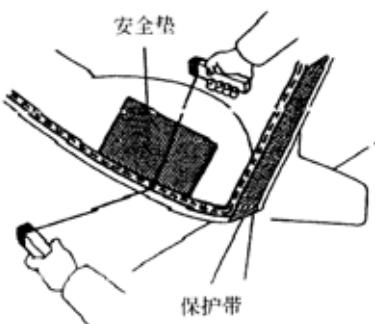

图 9-228
- (1) 从内侧由车身和玻璃间穿过钢线。
- (2) 线两端捆住木块或相似物体。注意：在外表面贴上保护膜以免划伤，如图 9-228 所示。